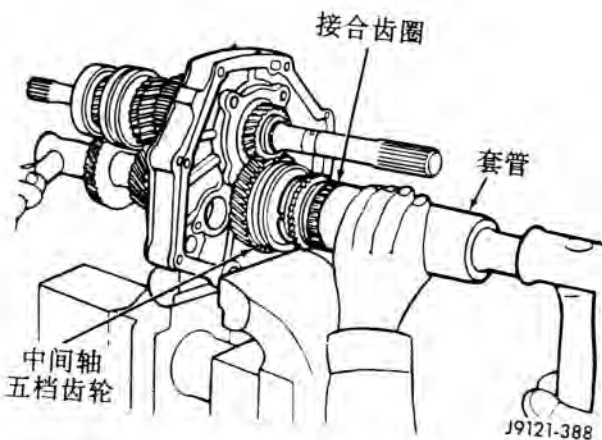

图 71 安装五档齿轮 — AX5
(27) 安装同步器环和五档接合齿圈(图71)。使用长管把齿轮轻敲到位。